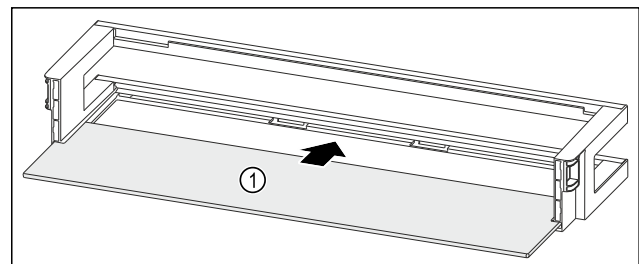

Fig. 135 Türabsteller mit Abstellfläche
- ▶ Abstellfläche Fig. 135 (1) in die seitlichen Einsparungen einschieben.